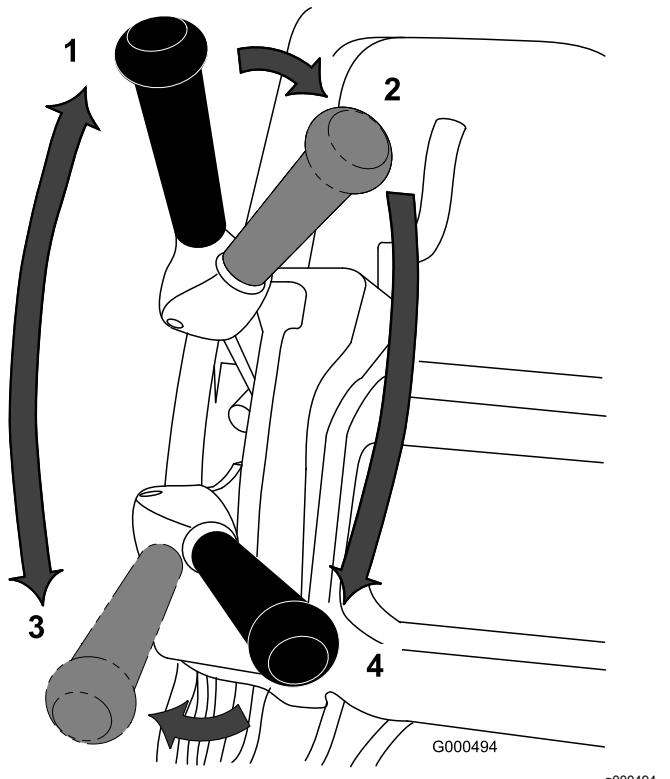

Bild 23
1. Lassen Sie den Motor an, stellen den Gasbedienungshebel auf verringerte Geschwindigkeit, drücken den Holm nach unten, um die Schneideeinheit anzuheben, aktivieren Sie die elektronische Sicherheit, schieben den Fahrantreibshebel und den Spindelantriebshebel in die Stellung VORWÄRTS und transportieren Sie die Maschine an den Rand der Rasenfläche (Bild 23).
2. Schieben Sie den Schalthebel in die NEUTRAL-Stellung (Bild 23).
3. Stellen Sie den Antriebshebel in die Stellung: NEUTRAL und Spindelantrieb in die Stellung: AUSGEKUPPELT (Bild 23).
4. Stellen Sie den Antriebshebel in die Stellung: VORWÄRTS und Spindelantrieb in die Stellung: EINGEKUPPELT (Bild 23). Geben Sie Gas, bis die Maschine die gewünschte Fahrgeschwindigkeit erreicht hat. Fahren Sie die Maschine auf die Grünfläche, senken die Schneideeinheit ab und beginnen Sie mit dem Mähen.